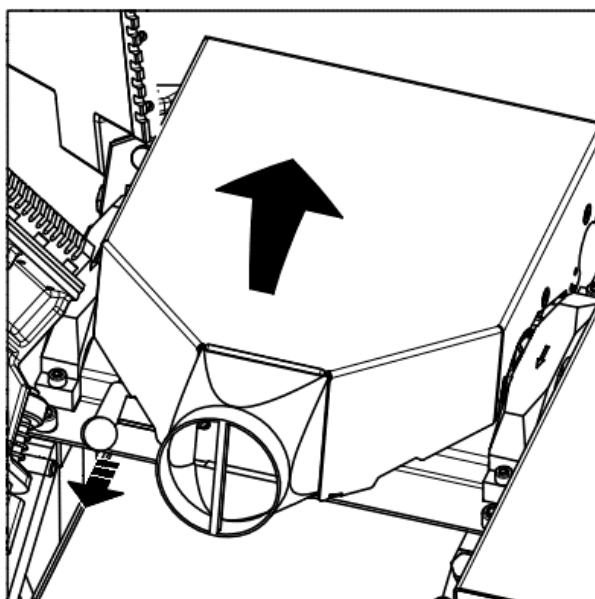

Abb. 13
- 2 So schließen Sie die Tische: Schwenken Sie die Absaug-/Schutzhaube nach hinten über die Hobelwelle. Ziehen Sie am Greifer (Abb. 13) und kippen Sie die Haube (Abb. 12.4) über die Hobelspindel.